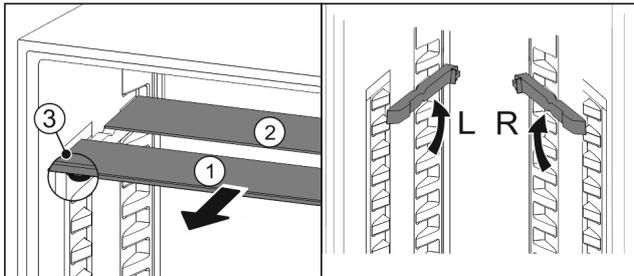

Fig. 29
- ▶ Retire Fig. 29 (1) las planchas de cristal individualmente hacia adelante.
- ▷ La placa de vidrio Fig. 29 (1) con tira decorativa se encuentra en la parte delantera.
- ▷ Los topes Fig. 29 (3) apuntan hacia abajo.